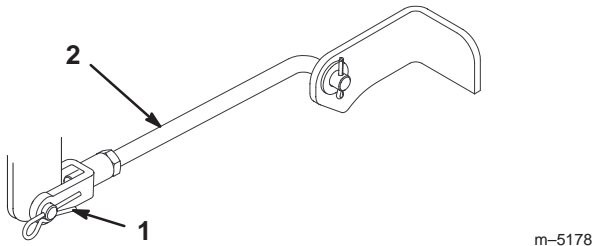

Figure 45
5. Enlevez la goupille fendue et l'axe de chape des tourillons avant (Fig. 45).
8. Fixez les tourillons avant à la machine à l'aide des axes de chape et des goupilles fendues (Fig. 45).